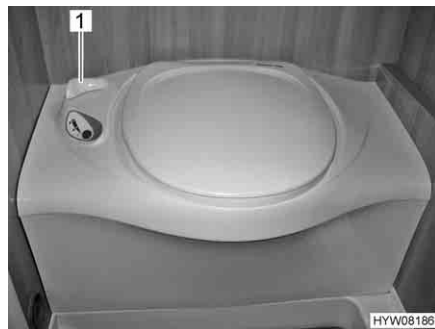

Fig. 109 Toilette Thetford
- Prima di tirare l'acqua, aprire il cursore della toilette Thetford. A tal fine ruotare la leva del cursore (Fig. 109,1) in senso antiorario.
- Dopo aver tirato l'acqua chiudere il cursore. Ruotare la leva del cursore (Fig. 109,1) in senso orario.